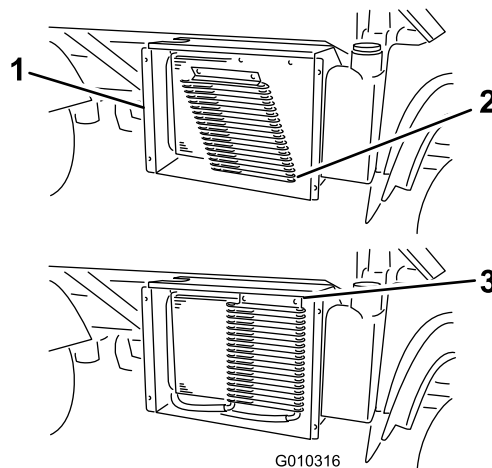

図 69
6. ラッチを外し、オイルクーラを装備している場合にはそれを倒してラジエターから遠ざける 図 69。